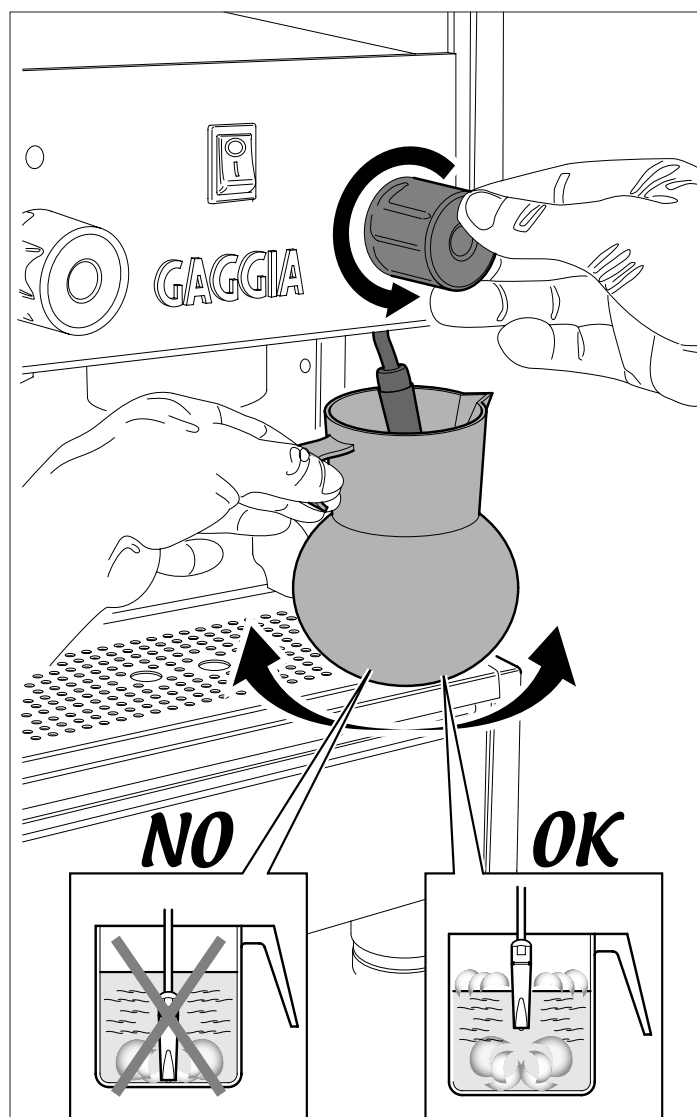

Fig.6.10
- Prendre un pot rempli à moitié avec du lait froid et le placer sous le gicleur de vapeur (Fig.6.10).
- Tourner lentement la poignée du robinet (Fig.6.10) dans le sens inverse des aiguilles d'une montre pour faire sortir le vapeur.